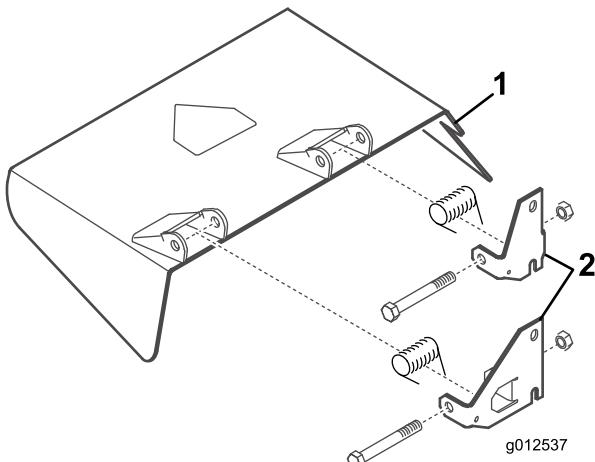

図 8
4. 先ほど取り外したボルト、ロックナット、スプリングを使用して、新しいピボットブラケットをデフレクタマウントに取り付ける図8。ブラケットはピボット動作できなければならぬので、ナットを締め付け過ぎないようにすること。側方排出で使用する時のためにこのアセンブリを保管する。